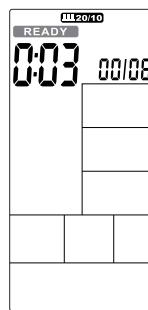

Figure 28
- ① Drücken Sie INTERVAL, um INTERVAL10/20 auszuwählen, drücken Sie ENTER, dann leuchtet INTERVAL10/20 auf und der Summer piept 1s.
- ② Die Zykluszeit wird von 3 auf 0 heruntergezählt, dann startet die Konsole, währenddessen ertönt der Summer einmal pro Sekunde und READY blinkt einmal pro Sekunde, der Zähler zeigt '00/08' an (Abbildung 28).